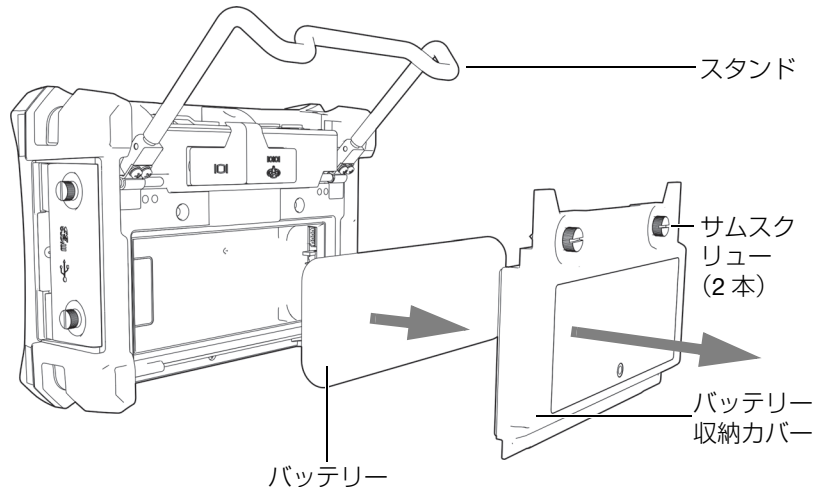

図 1-10 リチウムイオン電池の取外し
2. 厚さ計の背面で、バッテリー収納カバーを固定している 2 本のサムスクリューを緩めます（26 ページ図 1-10 参照）。
3. バッテリー収納カバーを取り外します（26 ページ図 1-10 参照）。